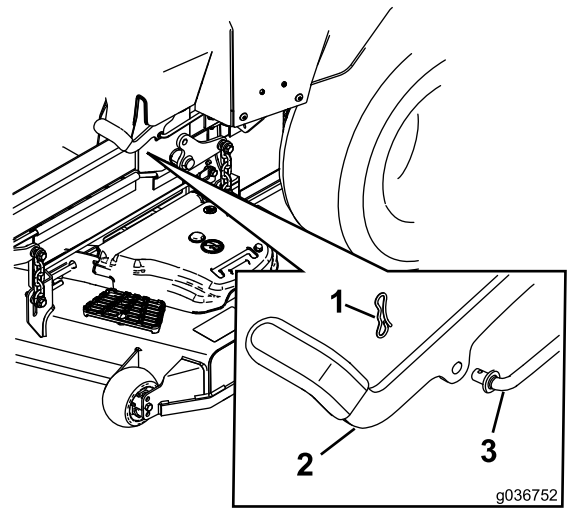

Figure 90
6. Si un réglage est nécessaire, desserrez le frein de stationnement : Retirez la goupille fendue de l'axe de la tringlerie de frein (Figure 90).